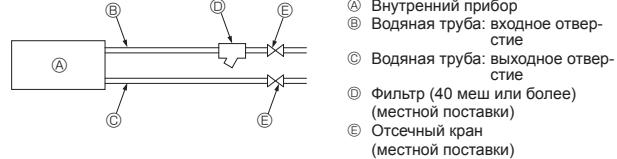

Fig. 4-5
11. Обратитесь к [Fig. 4-5] при подсоединении источника воды.